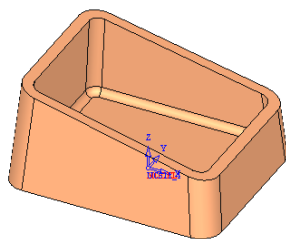

图 5-123 调入模型
2) 调入模型。单击窗口右侧“加工向导”工具栏上的“调入模型”按钮，选择“daokoufanghe.elt”（“随书光盘：\Chapter05\5.3\uncompleted\daokoufanghe.elt”）文件，单击“选择”按钮，此时模型会显示在图形区。单击“Feature Guide”对话框中的确定按钮，完成模型调入，如图 5-123 所示。